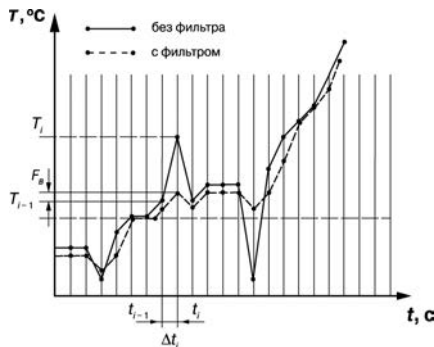

Рисунок 3.4
3.1.4.4.2 Полоса цифрового фильтра позволяет защитить измерительный тракт от единичных помех и задается в единицах измеряемой величины. Если измеренное значение  $T_i$  отличается от предыдущего  $T_{i-1}$  на величину, большую, чем значение параметра **Fb**, то прибор присваивает ему значение равное  $(T_{i-1} + F_b)$ , а полоса фильтра удваивается (рисунок 3.4). Таким образом, характеристика сглаживается.